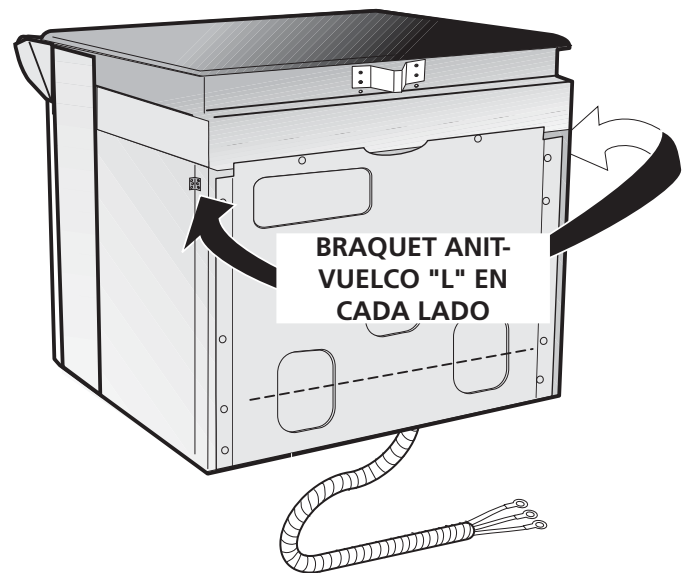

Figura 6
- La estufa esta equipada con 2 braquets antivuelco "L" localizados en cada lado de la estufa con 2 tornillos (ver figura 6).